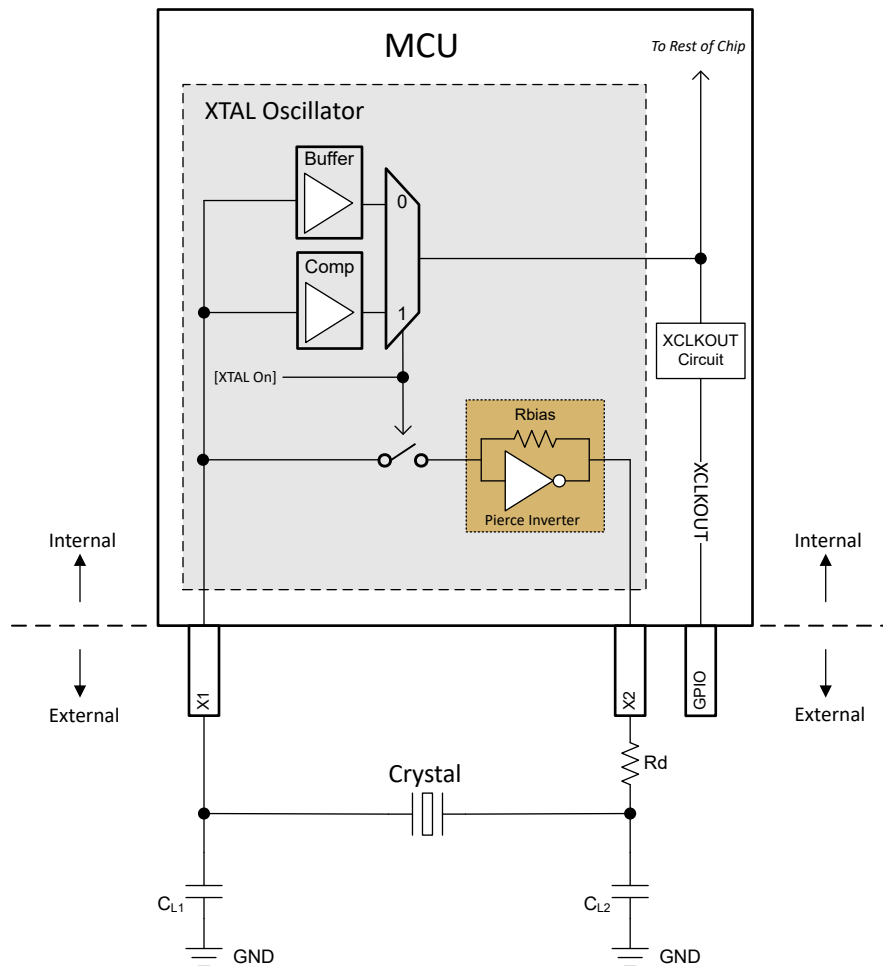

图 6-15. 电子振荡器方框图
该器件中的电子振荡器是皮尔斯振荡器。它是一个正反馈逆变器电路，需要一个调优电路才能振荡。当这个振荡器与一个兼容的晶体配对时，会形成振荡电路。该振荡电路在晶体的基频处振荡。在该器件上，由于分流电容器 (C0) 和所需的负载电容器 (CL)，振荡器被设计成在并联谐振模式下运行。图 6-15 所示为电子振荡器和振荡电路的元件。
根据图 6-15，CL1 和 CL2 是串联的；因此，要找到晶体看到的等效总电容，必须应用电容串联公式：如果 CL1 = CL2，只需计算 [CL1]/2 即可。